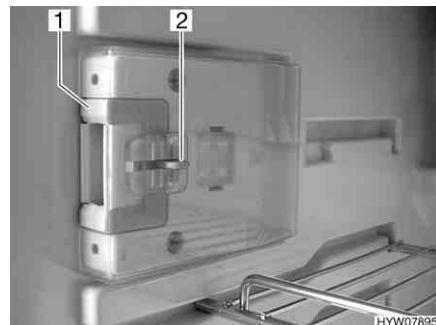
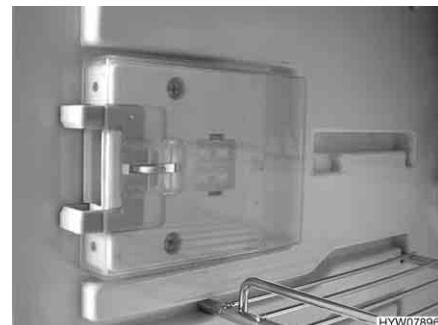

Fig. 102 Dispositivo di chiusura in posizione normale
Fig. 103 Dispositivo di chiusura in posizione di ricircolo d'aria
- Premere il dispositivo di sblocco (Fig. 102,2).
- Spingere il dispositivo di chiusura (Fig. 102,1) in avanti (Fig. 103).